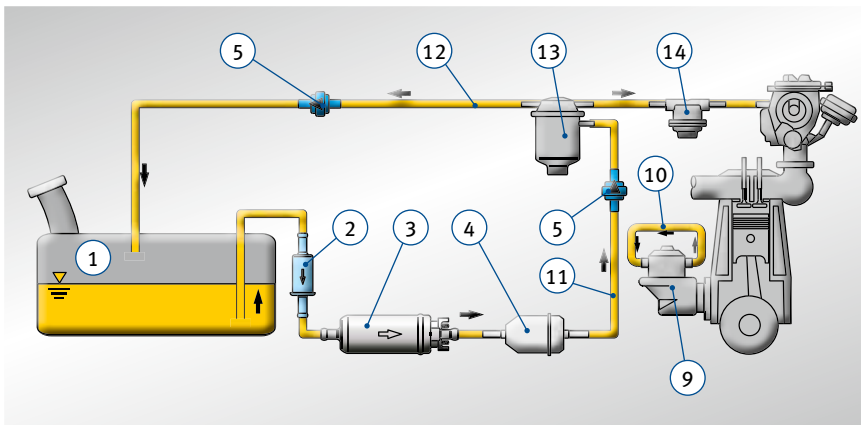

Abb. 6: Ersatz für eine mechanische Kraftstoffpumpe
**Beispiel: Ersatz für eine mechanische Kraftstoffpumpe (Abb. 6)**